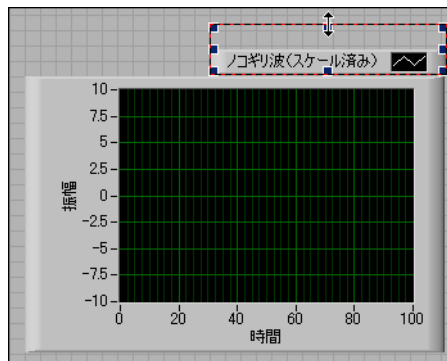

図 1-11 プロット凡例を拡大する
2. 図 1-11 のような両方向矢印が表示されたら、プロット凡例の枠をクリックして、2つ目のプロット名が表示されるまでドラッグします。